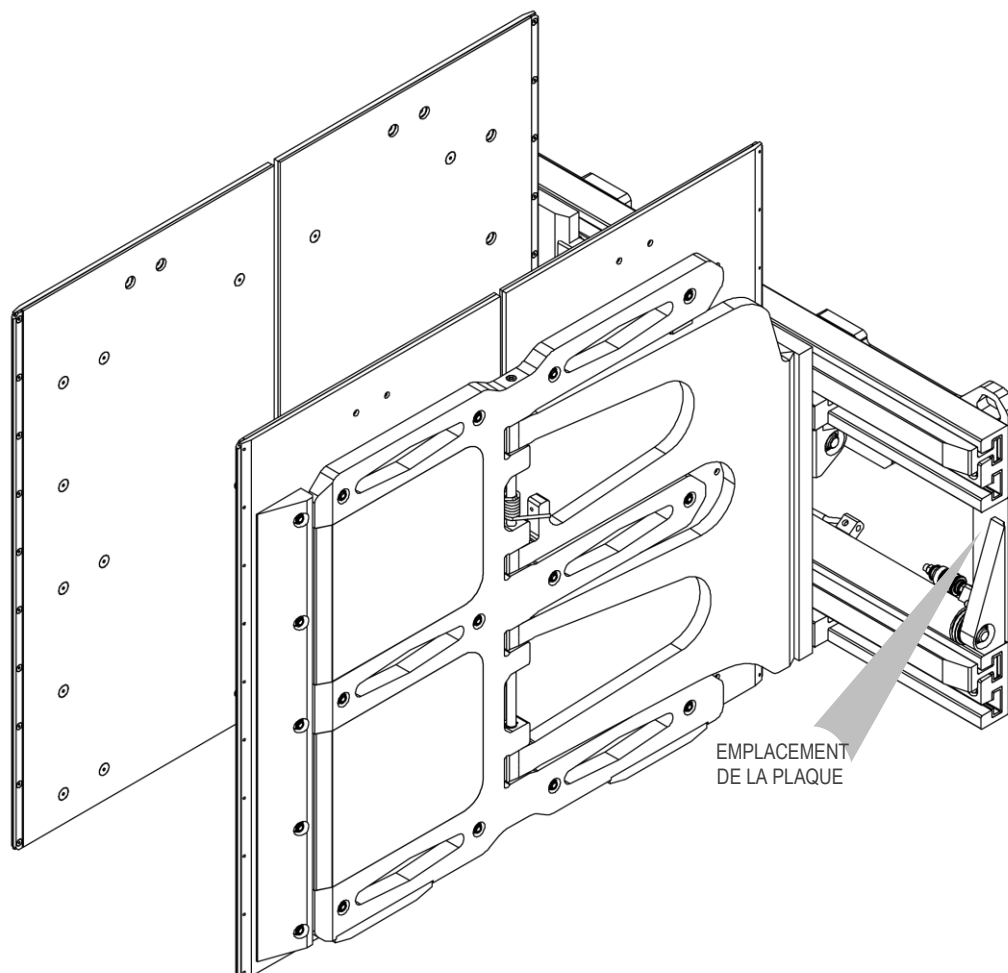

Figure 1
Tous les équipements A.T.I.B. – PINCE POUR ÉLECTROMÉNAGER ET CARTONS TYPE 474.180-181 sont identifiés par une plaque signalétique adhésive (voir *Tableau 1*) positionnée sur l'équipement (voir , *Figure 1*) ; se référer toujours au numéro de série.
5. Des courroies ou des chaînes de dimensions appropriées doivent être utilisées pour la manutention en fonction du poids de l'équipement indiqué sur la plaque signalétique (voir *Figure 1* et *Tableau 1* en p.11).
9. Raccorder le circuit hydraulique en s'assurant que la pression de service des tuyaux est supérieure ou égale à la pression indiquée sur la plaque d'identification (voir *Figure 1* et le *Tableau 1* page 11).
6. Pour la manutention, il faut utiliser des courroies ou des chaînes dimensionnées au poids de l'équipement indiqué sur la plaque (voir Figure 1 et Tableau 1 pag.11).